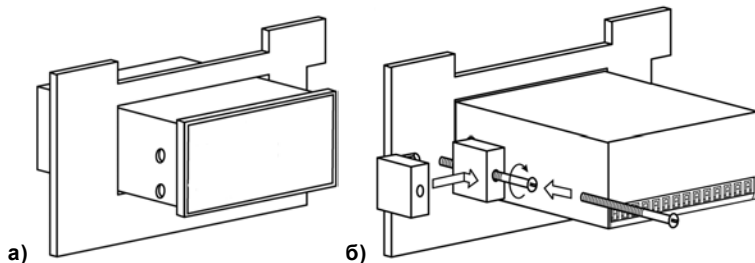

Рисунок 5.3 - Монтаж прибора щитового исполнения
- 3) Вставить прибор в специально подготовленное отверстие на лицевой панели щита (см. Приложение А и рисунок 5.3, а).
- 4) Вставить фиксаторы из комплекта поставки в отверстия на боковых стенках прибора (рисунок 5.3, б).